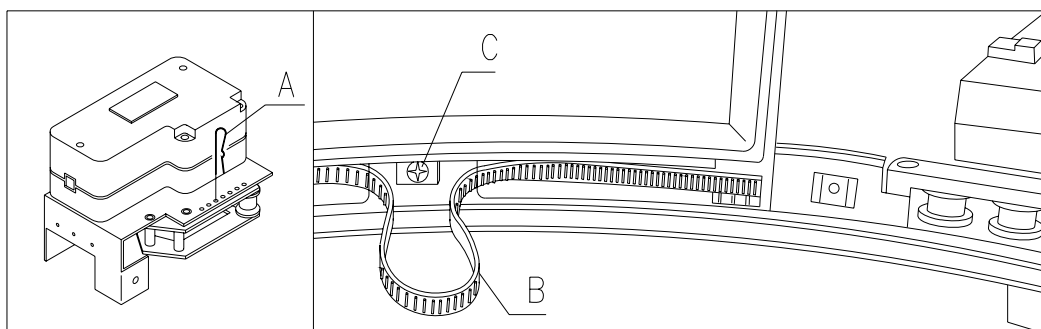

FIG. 13
- 2) Ajouter ou ôter les palettes dans le moyeu central du plateau (FIG. 13);
6. La figure 13 illustre les positions de l'arrêt dans les différentes configurations, 4-6-12-16-24-48 compartiments.